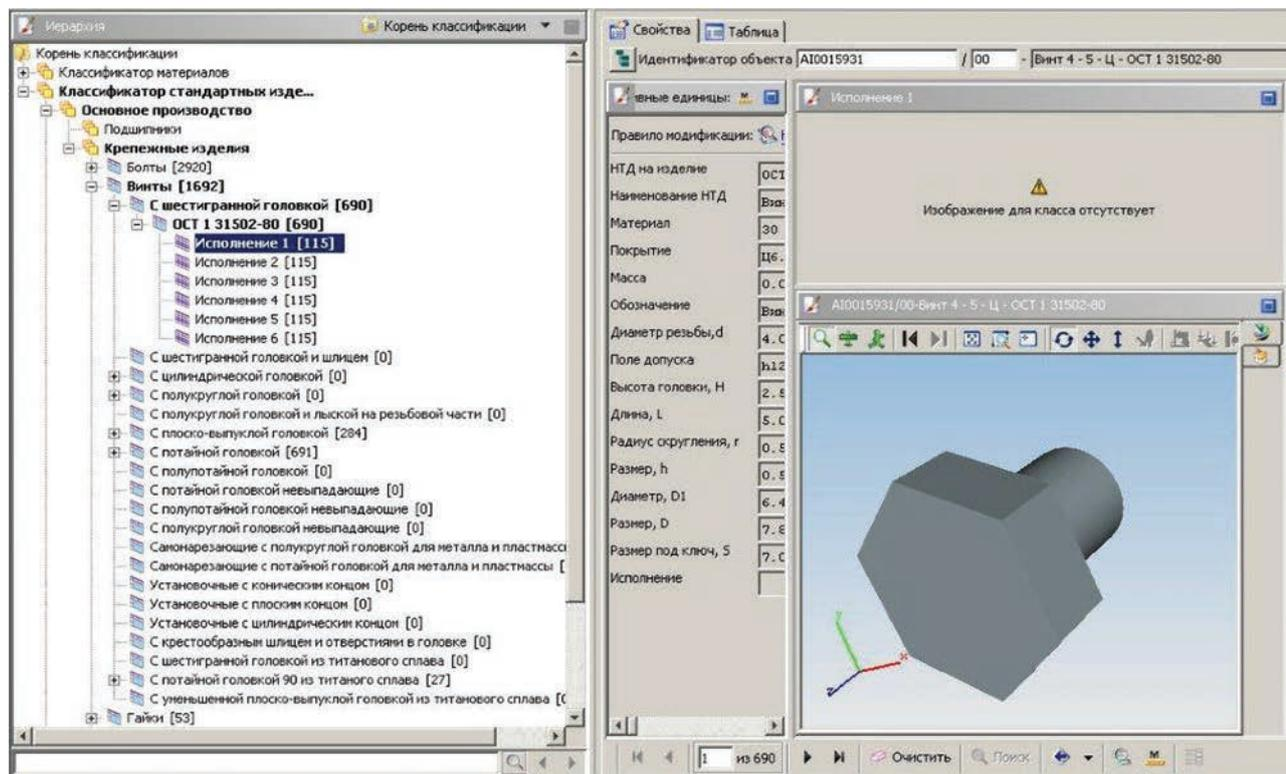

Рисунок 16.3
- в дереве иерархии необходимо выбрать класс, в котором или в подклассах которого хранится искомый объект. Чем ниже по иерархии находится выбранный класс, тем больше сужается область поиска. Выбрать интересующий класс можно посредством разворачивания или с помощью инструмента поиска, расположенного в нижней части окна, отображающего дерево иерархии (рис. 16.3);